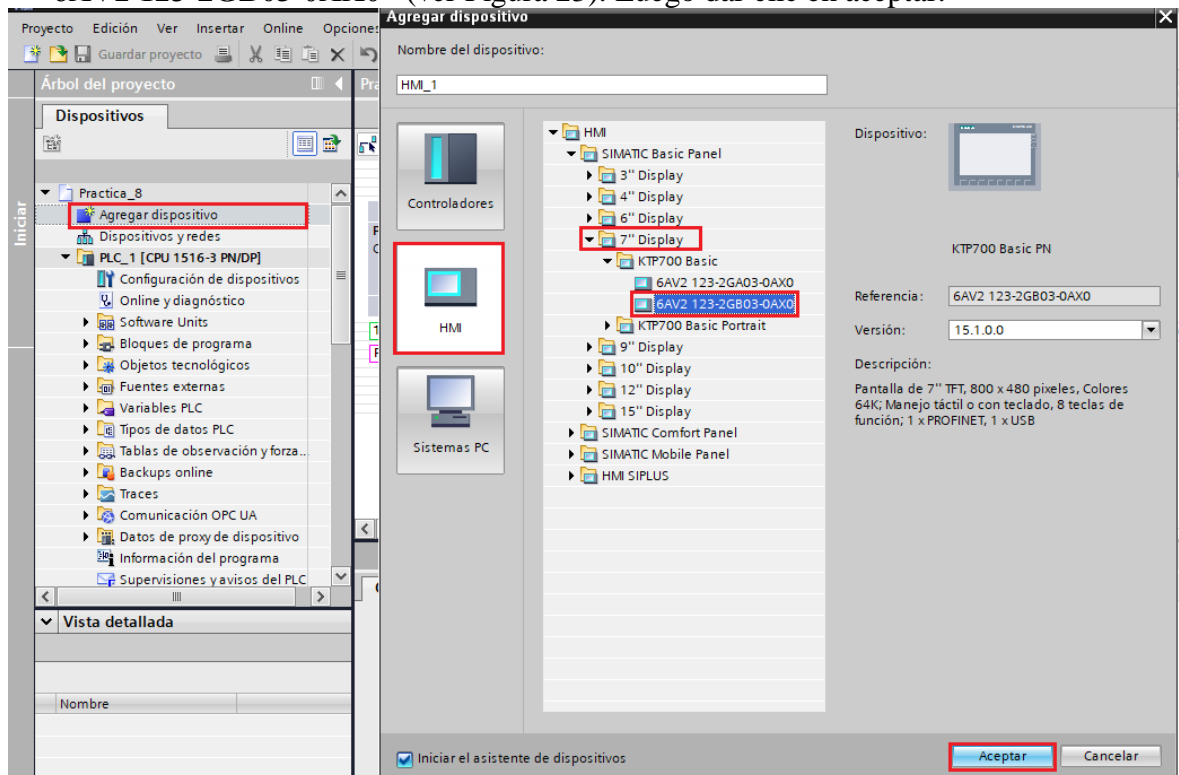

Figura 23. Agregar HMI.
(1) Para agregar el HMI se debe seguir los siguientes pasos:
- Luego dar clic sobre “HMI” / “SIMATIC Basic Panel” / “7” Display” / “KTP700 Basic” / “6AV2 123-2GB03-0AX0” (ver Figura 23). Luego dar clic en aceptar.